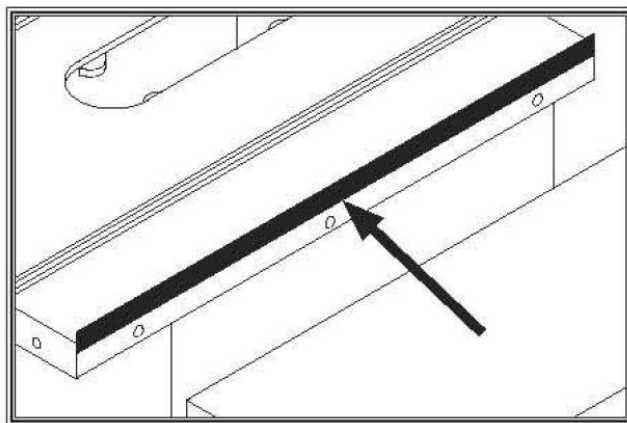

Рисунок 20. Расположение клейкой ленты для наклона удлинительной консоли стола вниз.
- Если внешний конец удлинительной консоли стола наклоняется вверх, снимите консоль и поместите полосу клейкой ленты вдоль верхнего края основного стола, чтобы закрепить конец удлинительной консоли вниз (см. рисунок 20).